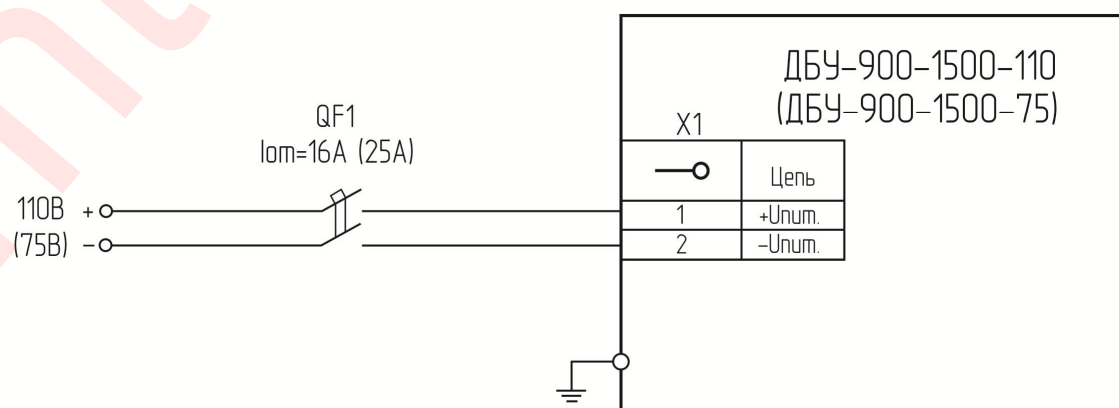

Рисунок 3
- подать напряжения питания на ДБУ и перевести автоматический выключатель QF1 (рисунок 3) в положение «ВКЛ». Электродвигатель должен плавно разогнаться за 3-6 с. до частоты вращения 1500 об/мин.
2.2.7 Отключение ДБУ производить путем переведения автоматического выключателя QF1 (рисунок 3) в положение «ВКЛ».